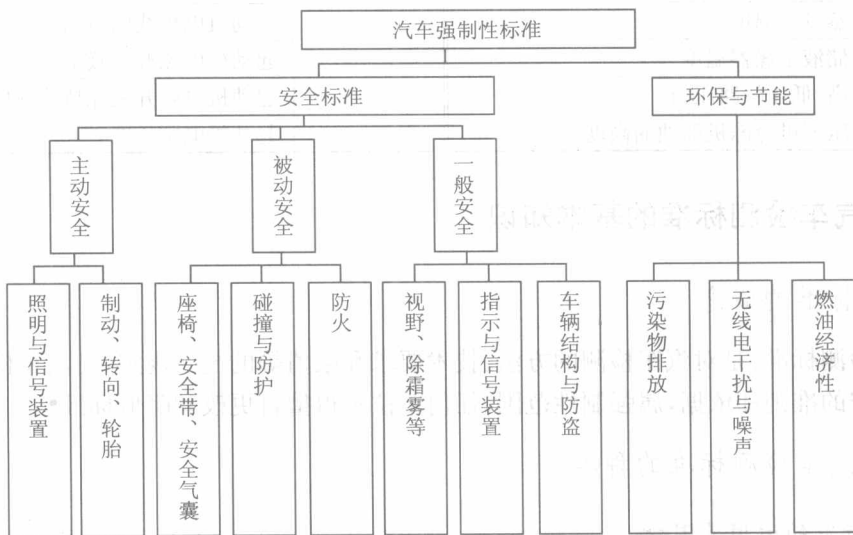

图 1-1 汽车强制性标准分类图
(1) 强制性标准: 安全、卫生、环境保护等方面的标准和法律、法规等都是必须执行的强制性标准。此标准是国家为了保护社会和公众利益而制定的, 是政府实施管理的重要基础。如 GB7258—2004《机动车运行安全技术条件》是强制性国家标准。汽车强制性标准分类见图 1-1。